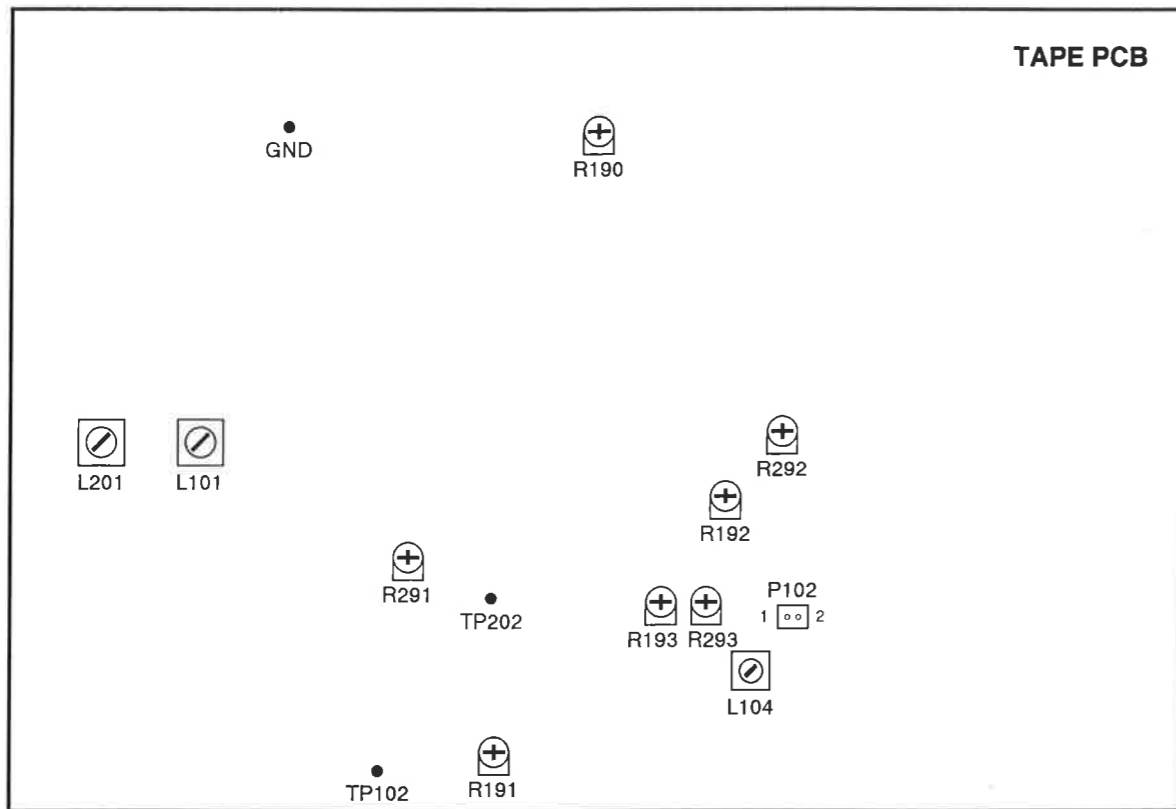

Fig. 4-2
3. Adjust R190 (Fig. 4-2) on the TAPE PCB to get the adjustment value of 2,980 to 3,020Hz.
3. 周波数値が $3,000 \pm 20Hz$ となるようにTAPE PCBのR190 (Fig. 4-2)を調整する。